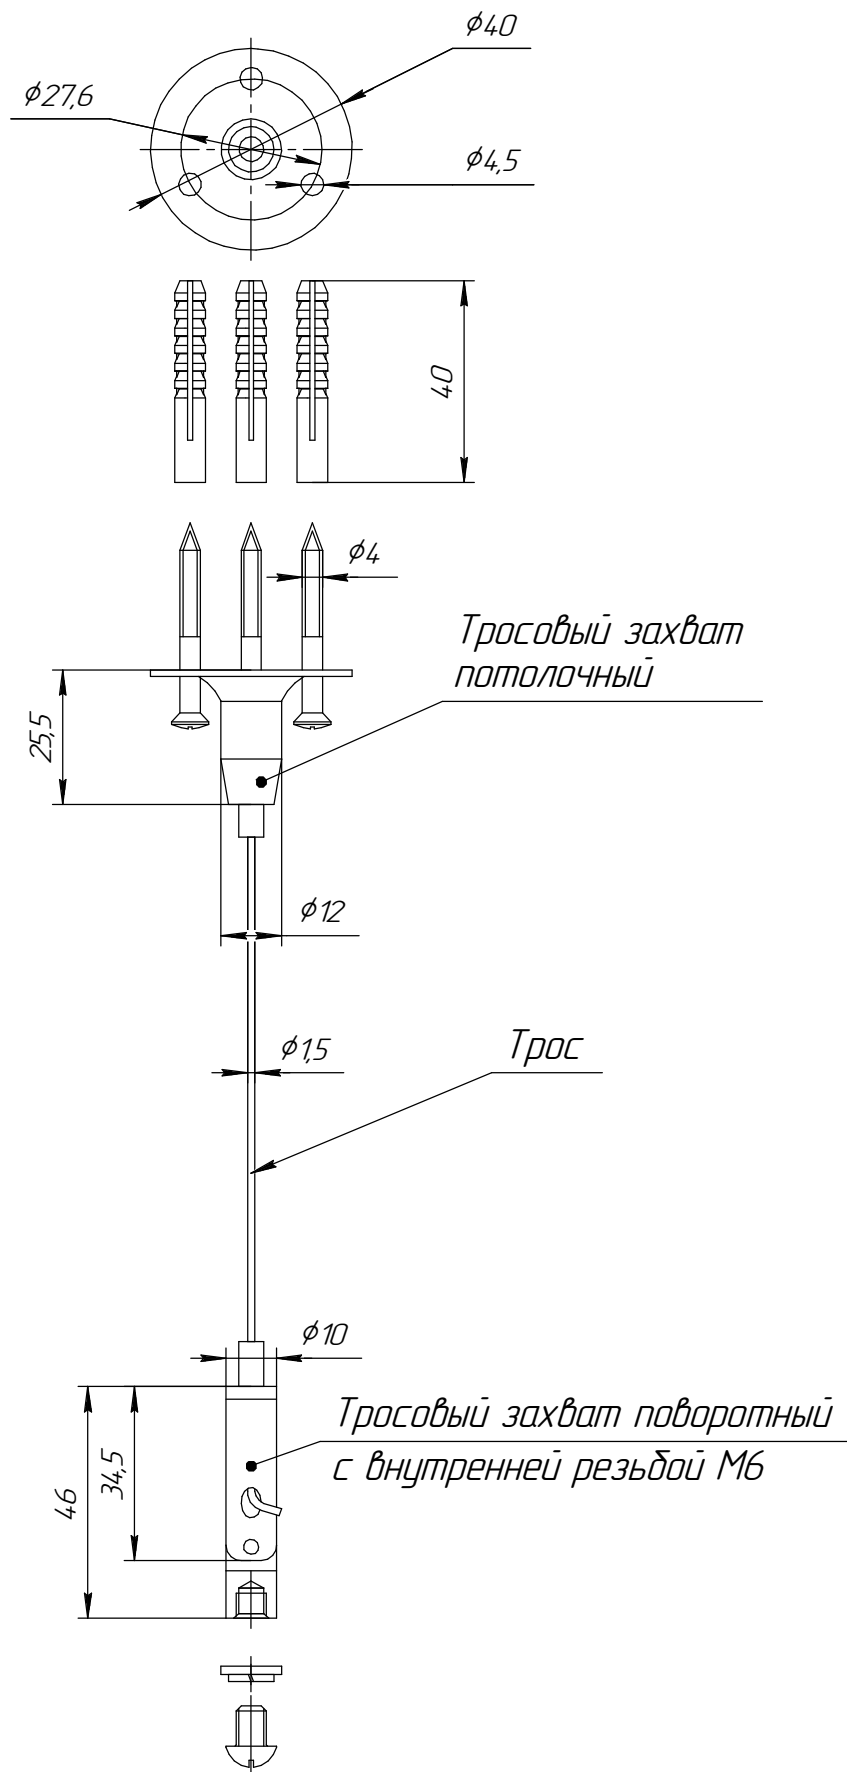

Рисунок 11 - Сборка тросового подвеса.
5.8 Допускается установка светильника на тросовых подвесах (см. рис.11). Тросовые подвесы являются аксессуарами и заказываются дополнительно.